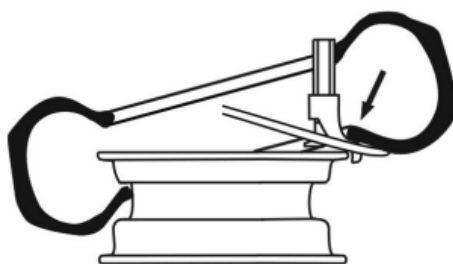

Abb.25
- Heben Sie das Rad an, sodass der untere Rand des Rads wie in Abb.25 dargestellt ist.